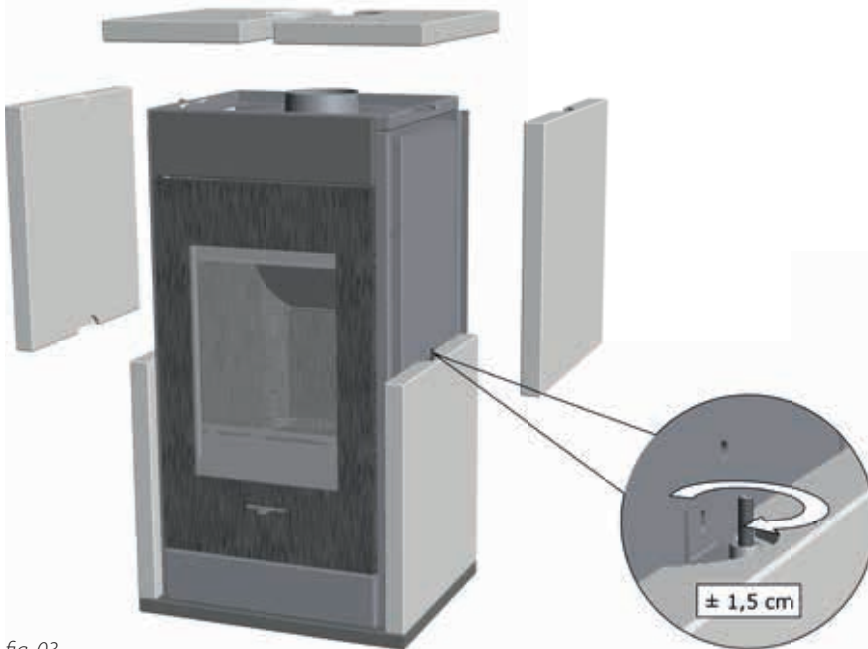

fig. 03
4. Schrauben Sie die kopflose Inbusschraube in die Verbindung. Die Schraube dient auch als Anschlussstift für die zweite Steinplatte (s. Abb. 03).